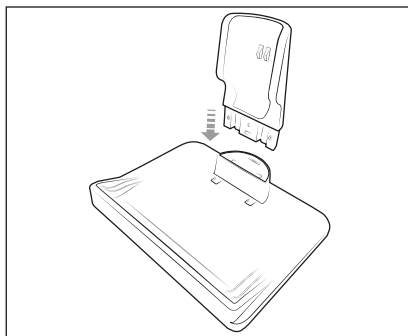

Abb. 2
- 1) Stecken Sie die beiden Teile der Ladestation **9** zusammen (siehe Abb. 2).